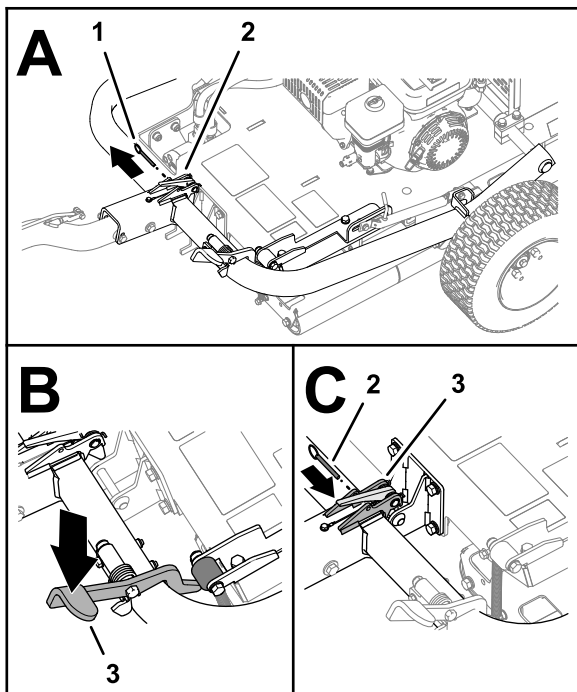

图 8
6. 如果已安装请从门锁上取下锁定销 图 8。
7. 踩到挂钩踏板上直到挂钩锁入就位 图 8。
8. 将锁定销插入门锁中的孔内 图 8。